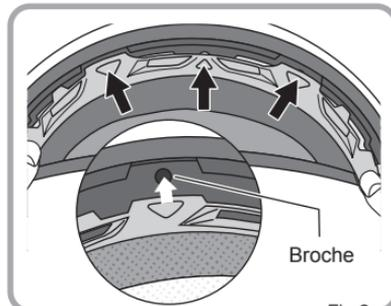

Fig.2
2. Inserte los 3 broches delanteros según se muestra en la Fig. 2